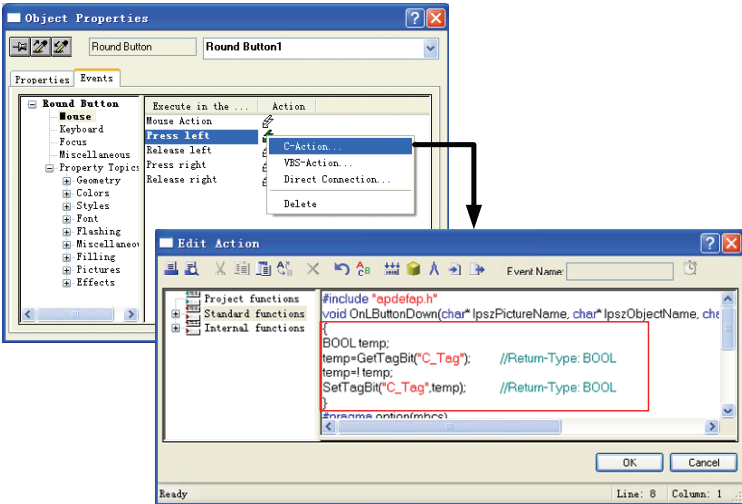

图 6-40 应用“C-Action”组态按钮的事件动作
闪电，在弹出的快捷菜单中选择“C-Action...”，打开 C 动作编辑器，如图 6-40 所示。在代码区输入如下程序：
4) 保存画面，激活项目，测试组态结果，如图 6-40 所示。